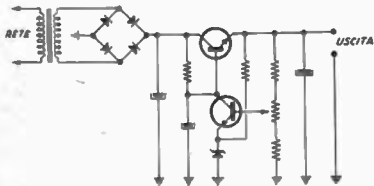

figura 4
**Trucchiamo il vecchio alimentatore** il cui schema è circa quello illustrato in figura 4 (foto 3, 4).